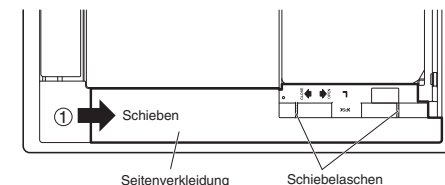

Abb. 7-2
- Die Seitenverkleidungen in Richtung des Pfeils schieben, um sie abzunehmen (2 Stellen, links und rechts). (Abb. 7-2)